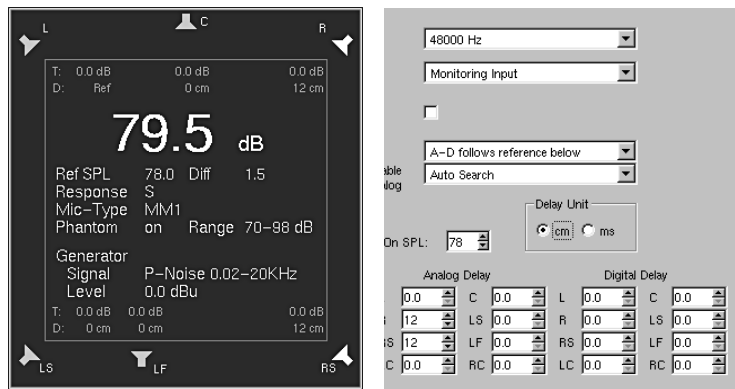

Bild 6-50: Vergleich der positiven Delay-Werte im „CAL“-Instrument und die angezeigten Werte auf der „Audio System“-Menü-Karteikarte
- Die Eingabe positiver Werte im „CAL“-Instrument verzögert den gewählten Kanal und rückt ihn damit akustisch nach hinten. Die entsprechenden Werte erscheinen auch auf der „Audio System“-Menü-Karteikarte in den Listenfeldern für das Delay (siehe Bild 6-50 auf der folgenden Seite).